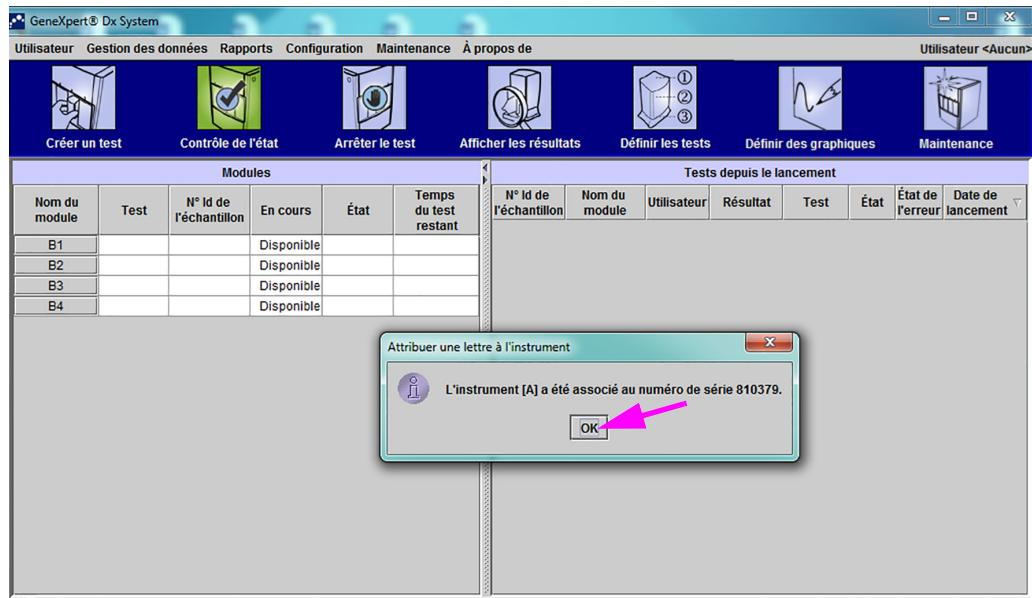

Figure 2-60. Fenêtre du système GeneXpert Dx indiquant les nouvelles lettres attribuées à l'instrument
- Cliquez sur **OK** pour fermer la boîte de dialogue Attribuer une lettre à l'instrument (voir la Figure 2-60). Le nom du module est mis à jour avec les nouvelles lettres de l'instrument.